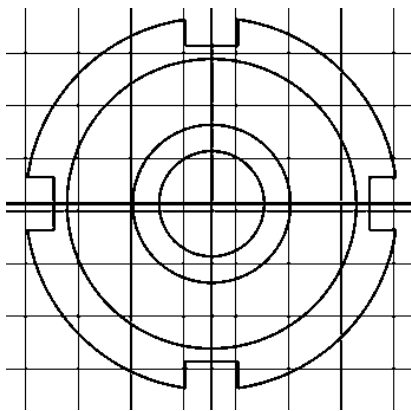

Рис. 45. Размножение контура
4. Размножение контура (рис. 45).